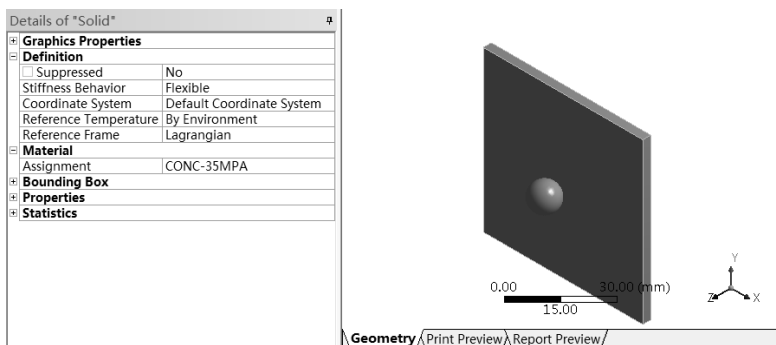

图 15-9 为壁面添加材料
5) 单击参数列表中“Material”选项下“Assignment”黄色区域后的 ，会出现设置的材料，选择“CONC-35MPA”即可将其添加到模型中，如图 15-9 所示。此时树结构图“Geometry”前的 ? 变为 ，表示材料已经添加成功。